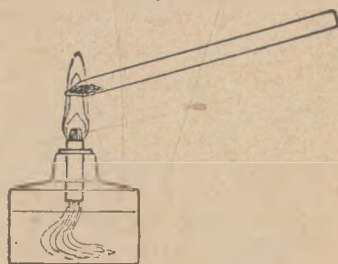

Рис. 31. Нагревание окиси ртути.
**Задача 9.** В пробирке или, лучше, в более узкой трубочке, нагрейте немного (см. рис. 31) окиси ртути, держа трубочку на-
клонно, как на рис. 31. Нагревать нужно сильно и долго, в самой жаркой части пламени (см. стр. 6). Испытайте при помощи лучинки, не выделяется ли какой-нибудь газ. Обратите внимание на новое веще-